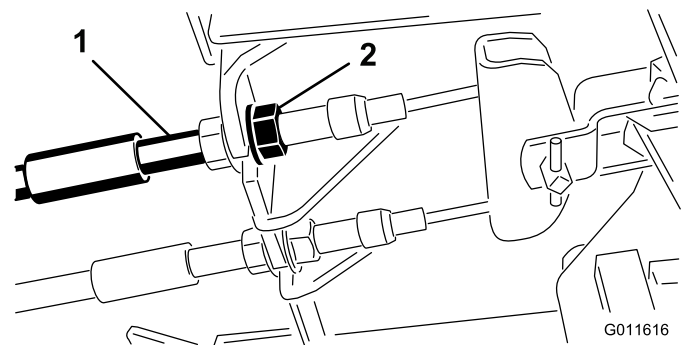

Bild 69
1. Ziehen Sie zum Reduzieren des Spiels der Bremspedale die Bremsen fester – lockern Sie dazu die vordere Mutter am Gewindeende des Bremszugs (Bild 69).